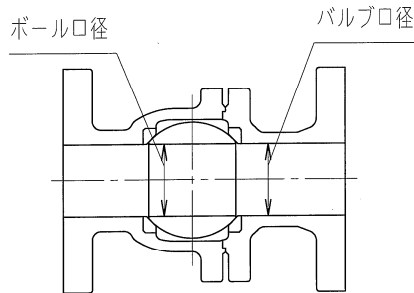

図34
行ってください。全開位置における弁体の位置は図34, 35, 36のとおりです。
- ・ 2方弁の全開位置はボール口径が、バルブ口径の中心に位置するように調整してください。(図34)